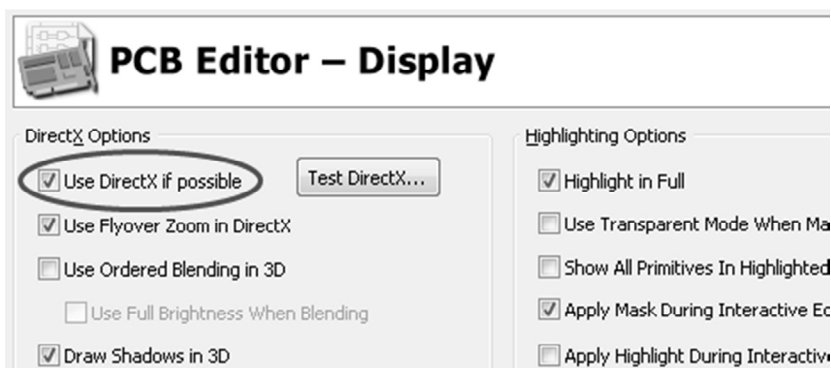

Рис. 4.7. Страница PCB Editor – Display в окне Preferences
2. Перейдите на страницу **PCBEditor – Display** (Редактор печатных плат – Настройки графики) диалогового окна **Preferences** (Настройки). В группе **DirectX Options** (Параметры DirectX) включите опцию **Use DirectX if possible** (по возможности использовать DirectX), рис. 4.7. Эта опция позволяет использовать 3D-режим просмотра. Нажмите **OK**, чтобы закрыть окно **Preferences** (Настройки). Если использование DirectX невозможно, то полноценный просмотр в 3D-режиме будет недоступен.